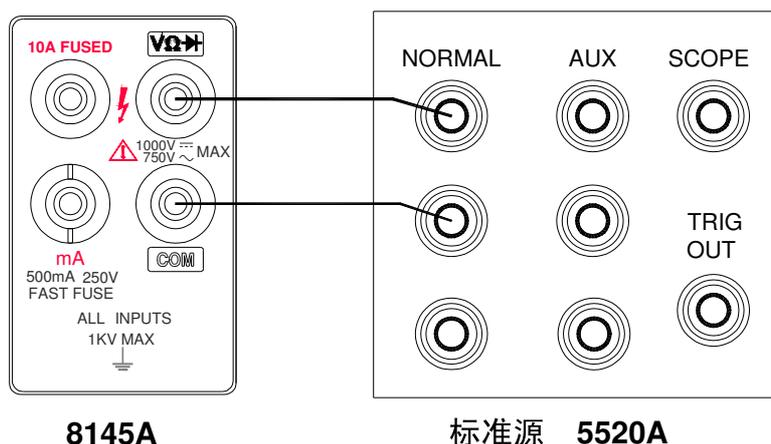

图 4—1
- 1、用一条测试导线将 8145A 的 V、 $\Omega$ 、 $\blacktriangleright$  和 COM 输入端同 5520A 的输出 NORMAL 的 Hi、Lo 端连接起来，如图 4—1 所示：